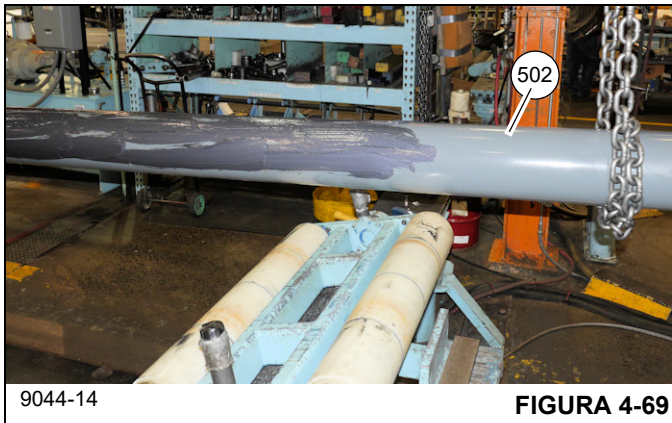

FIGURA 4-69
- 20.** Aplique grasa universal, a partir del punto medio hacia la parte delantera, a la parte superior (como está orientada) y los lados del cilindro telescópico N.º 1 (502), en
las áreas en donde la almohadilla de desgaste del cilindro telescópico N.º 2 (501) tocará (vea la Figura 4-69).